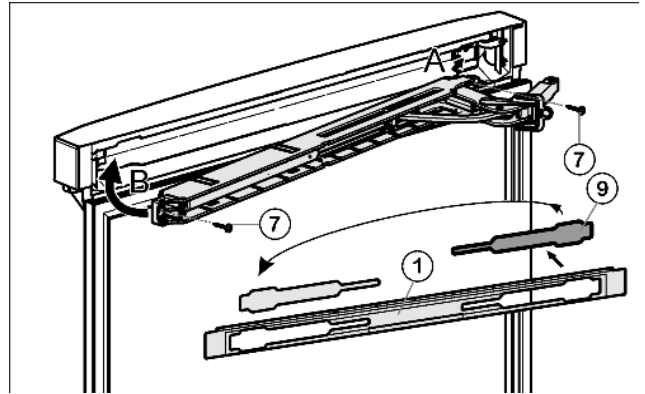

Fig. 23
- ▶ Освободите крышку Fig. 23 (9) из накладки Fig. 23 (1) и снова установите её на другой стороне.
- ▶ Прикрутите узел амортизатора закрывания двери. (2 шт. Torx 15) Fig. 23 (7)